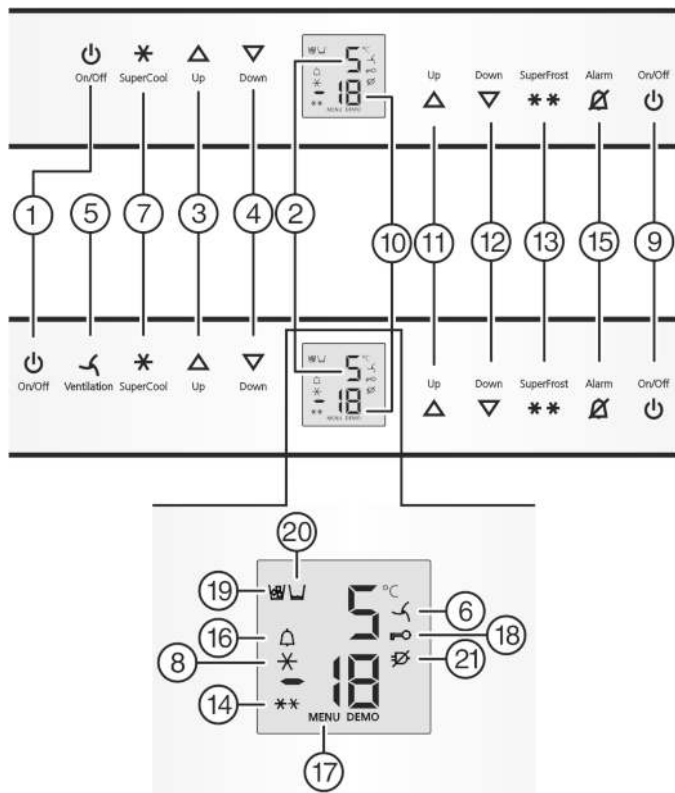

Fig. 2
- ▶ Нажмите кнопку On/Off морозильного отделения Fig. 2 (9).
- ▶ Нажмите кнопку On/Off холодильного отделения Fig. 2 (1).
- ▷ Холодильное отделение включено: Индикатор температуры холодильного отделения Fig. 2 (2) светится. При открытии двери холодильного отделения включается внутреннее освещение.
- ▶ Активация режима настройки: удерживайте кнопку SuperFrost Fig. 2 (13) прибл. 5 секунд.
- ▷ Символ меню Fig. 2 (17) горит.
- ▶ Коротко нажмите кнопку SuperFrost Fig. 2 (13) для подтверждения.
- ▶ Для включения защиты от детей коротко нажмите клавишу SuperFrost Fig. 2 (13).
- ▷ Символ "Защита от детей" Fig. 2 (18) горит. На индикации мигает **с**.
- ▶ Для выключения защиты от детей коротко нажмите клавишу SuperFrost Fig. 2 (13).
- ▷ Символ защиты от детей Fig. 2 (18) гаснет. На индикации мигает **с**.
- ▶ Выход из режима настройки: нажмите кнопку On/Off морозильного отделения Fig. 2 (9).
- ▶ Нажмите кнопку Alarm Fig. 2 (15).
Одновременно мигает индикация температуры и символ тревоги Fig. 2 (16).
Звуковой сигнал выключается автоматически, символ аварийного сигнала Fig. 2 (16) выключается и индикатор температуры перестает мигать, если температура снова становится достаточно низкой.